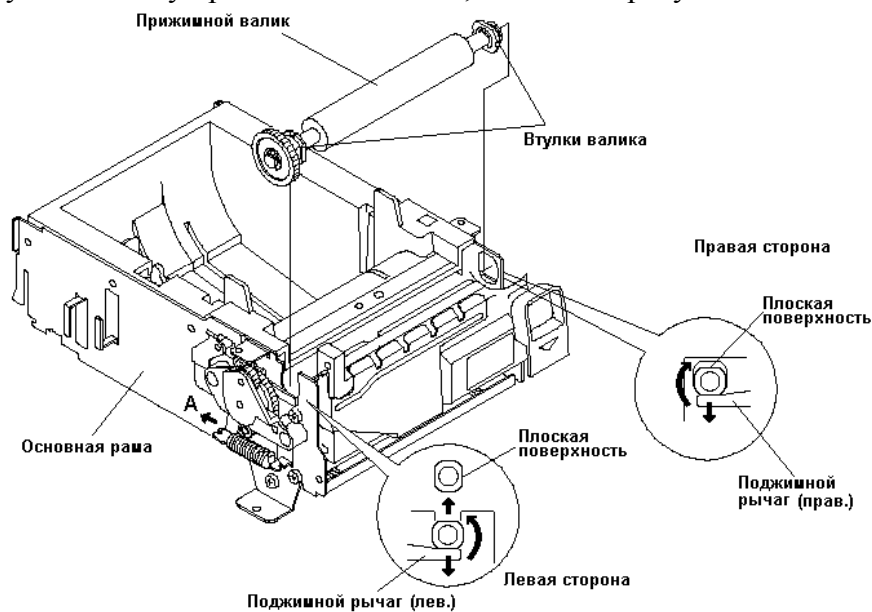

Рисунок 10 Отсоединение прижимного валика
Прижимной валик отсоединяется так (см. Рис. 10):
2. Опустив левый поджимной рычаг вниз (см. Рис. 10), поверните левую втулку валика на 90°, так чтобы она могла выйти из прорези в основной раме, и выньте левую половину прижимного валика, а затем и правую.
6. Отверстие (справа) и прорезь (слева) в основной раме, где помещаются втулки прижимного валика (см. Рис. 10 и 23, позиция Д).